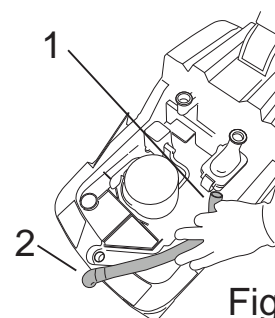

Fig.31
- Nehmen Sie den Schlauch vom Drosselventil (Abb. 31-Pkt. 1) und vom vorderen Saugfuß (Abb. 31-Pkt. 2) ab.